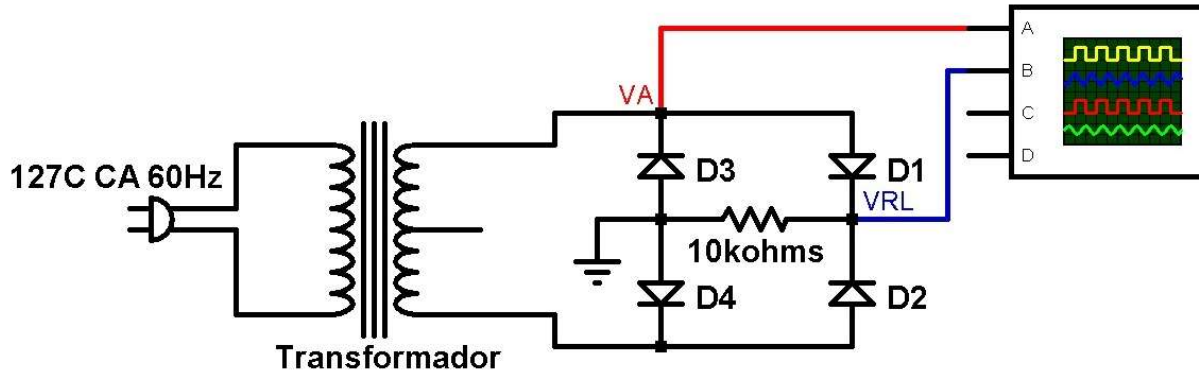

Fig. 9.- Circuito rectificador de onda completa mediante puente de diodos.
4. Armar el rectificador de onda completa (con 4 diodos o un puente de diodos) y medir con el multímetro y osciloscopio los voltajes de rms y CD. Comparar con los cálculos realizados previamente (Fig. 9).